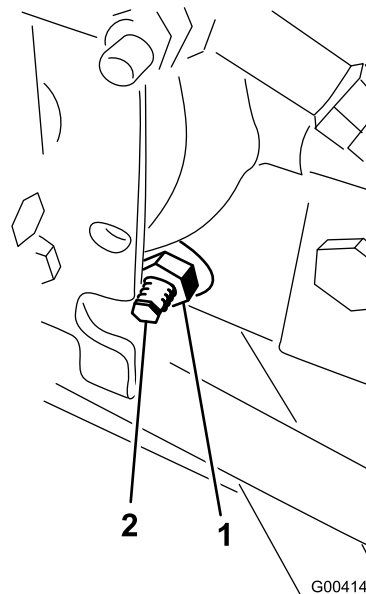

Figura 62
3. Dal lato destro dell'idrostatato, allentate il dado di bloccaggio sulla camma di regolazione della trazione (Figura 62).